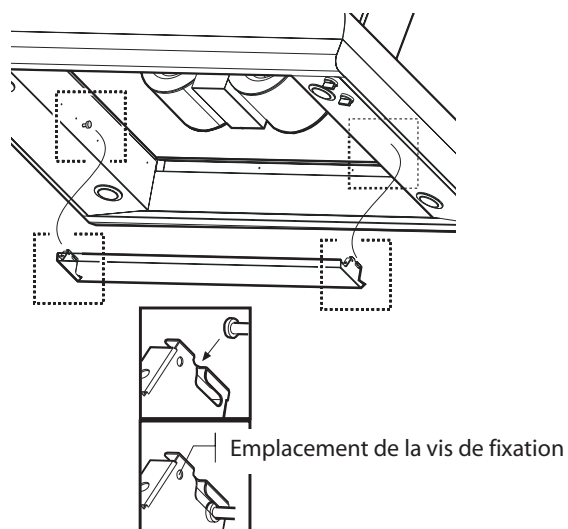

FIG. 12
2. Enfoncez d'un déclic le panneau du filtre en chicanes central de sorte que les deux rails s'emboîtent dans les tiges latérales des deux côtés de la hotte. Insérez 2 vis (1 de chaque côté) à travers le trou du panneau du filtre en chicanes et dans la hotte. Voir fig. 12.